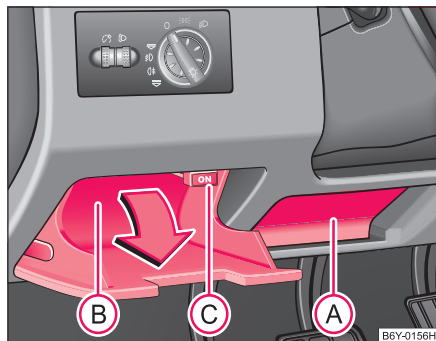

Fig. 72 Cuadro de instrumentos: Compartimentos guardaobjetos en el lado del conductor
El compartimento guardaobjetos cerradizo (B) se abre abatiendo la tapa en el sentido de la flecha ⇒ fig. 72.